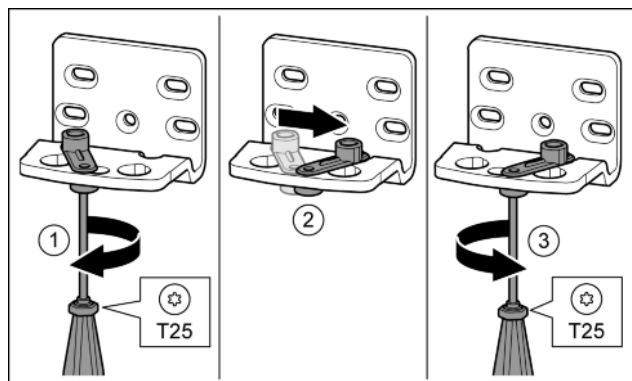

Fig. 16*
- Schraube mit Schraubendreher T25 lose schrauben.* Fig. 16 (1)
- Türschließhilfe anheben und um 90° nach rechts in Bohrung drehen.* Fig. 16 (2)
- Schraube mit Schraubendreher T25 festschrauben.* Fig. 16 (3)